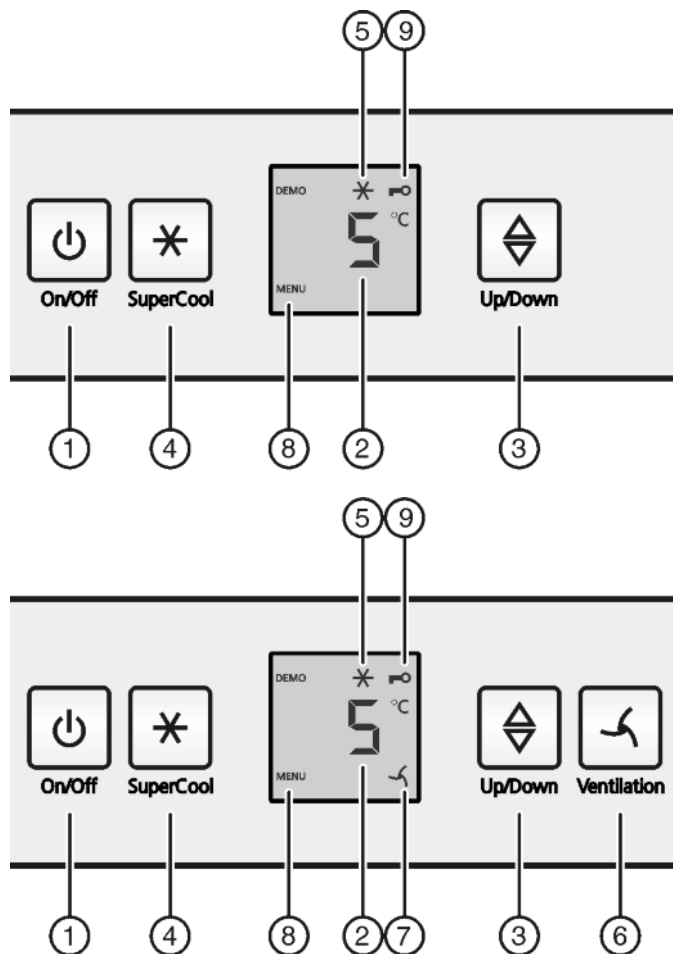

Fig. 2
- ▶ Нажать кнопку On/Off Fig. 2 (1).
- ▶ Нажмите кнопку «SuperCool» Fig. 2 (4) и удерживайте ее прим. 5 секунд.
- ▷ На индикаторе будет отображаться символ «Меню» Fig. 2 (8).
- ▶ Для подтверждения нажать и отпустить кнопку «SuperCool» Fig. 2 (4).
- ▷ На индикаторе горит символ «Защита от детей» Fig. 2 (9).
- ▶ Нажать и отпустить кнопку «On/Off» Fig. 2 (1).
- ▶ Активация модуля регулировки температуры: нажмите кнопку настройки Fig. 2 (3).
- ▶ Температура изменяется с шагом в 1 °С: нажимайте кнопку настройки Fig. 2 (3) до тех пор, пока на индикаторе температуры не будет высвечиваться требуемая температура.
- ▶ Коротко нажмите кнопку SuperCool Fig. 2 (4).
- ▷ На индикации горит символ SuperCool Fig. 2 (5).
- ▷ Символ SuperCool Fig. 2 (5) на индикации гаснет.
- ▶ Коротко нажмите кнопку "Вентиляция" Fig. 2 (6).
- ▷ Символ Вентиляция Fig. 2 (7) горит.
- ▷ Символ Вентиляция Fig. 2 (7) не горит.